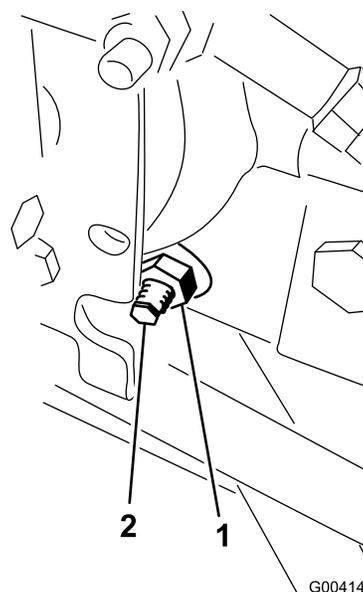

Figura 70
3. Dal lato destro dell'idrostat, allentate il dado di bloccaggio sulla camma di regolazione della trazione (Figura 70).